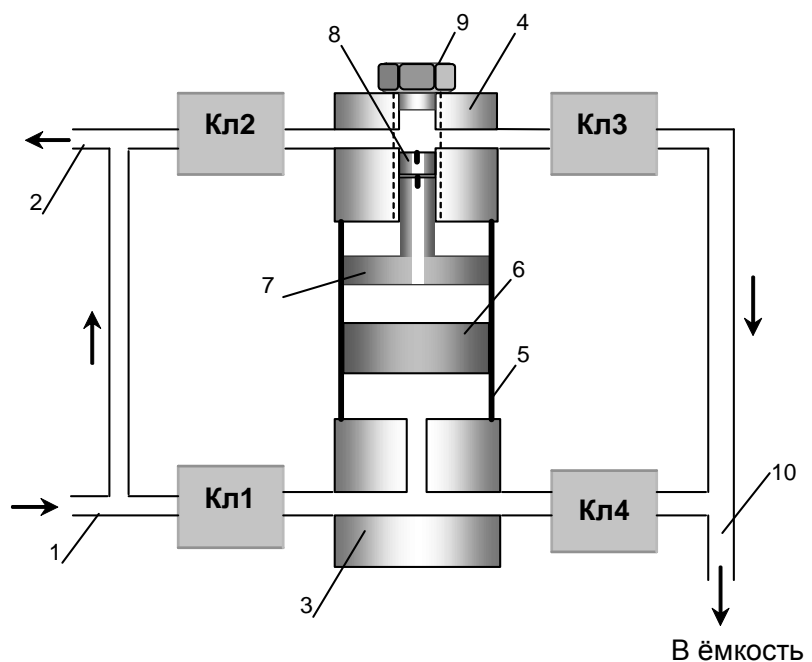

Рис. 1 – Устройство ПУ
1.5.1.2 ПУ содержит следующие основные части (в соответствии с Рис. 1):